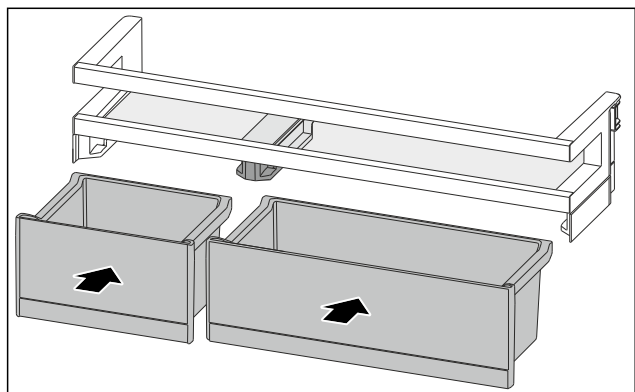

Fig. 114
- VarioBoxy vložte v opačném pořadí. (viz Fig. 114)